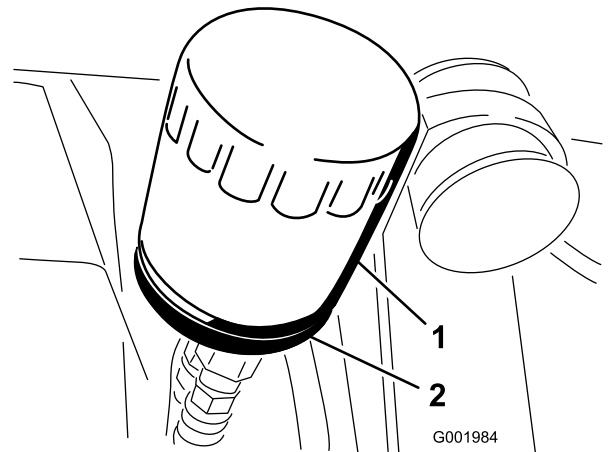

図 50
2. オイルフィルタ (図 50) を外す。
- アダプタに新しいフィルタを取り付ける。ガスケットがアダプタに当たるまで手でねじ込み、そこから更に 1/2 回転増し締めする (図 50)。